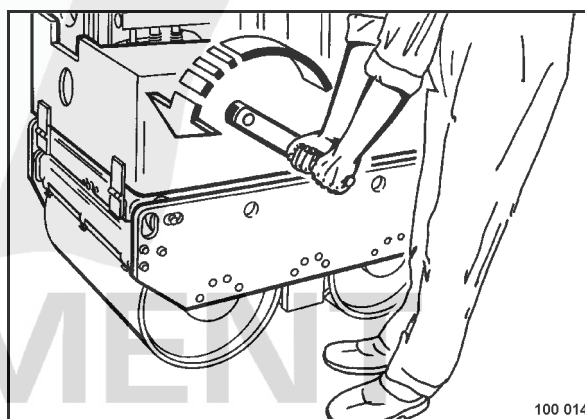

fig. 26
- Se placer correctement par rapport à la machine et veiller à la position des mains sur la manivelle (fig. 26).